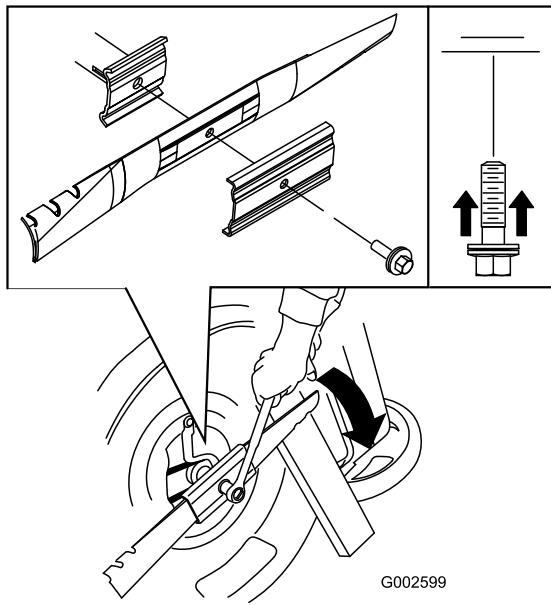

Figura 26
- Montate la lama nuova (ruotate il bullone della lama in senso orario) e tutti gli elementi di fissaggio (Figura 26).